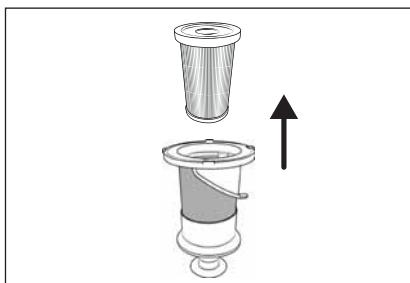

Fig. 19
- 4) Rimuovere il filtro HEPA ④ dal filtro in acciaio inox ⑤ afferrando il filtro HEPA ④ dall'apertura e tirandolo fuori dal filtro in acciaio inox ⑤ (vedere fig. 19).